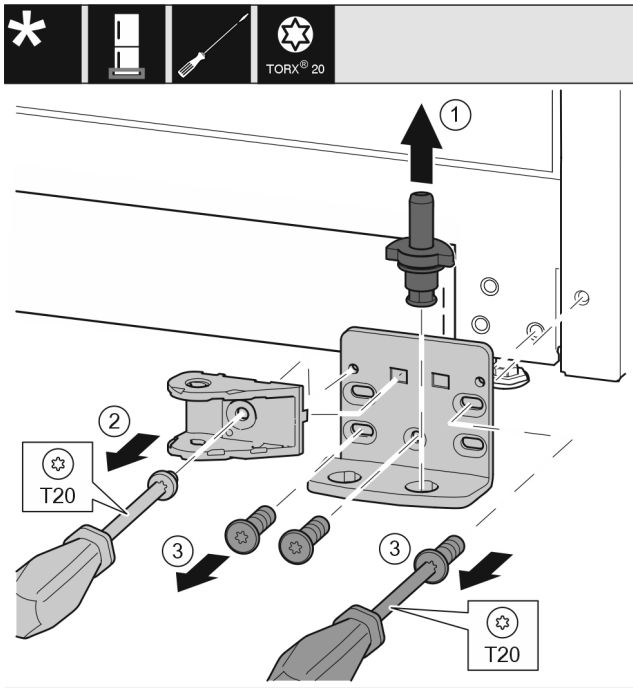

Fig. 41
- ▶ Lagerbolzen Fig. 41 (1) komplett nach oben herausziehen.
- ▶ Schraube Fig. 41 (2) mit Schraubendreher herausdrehen und Schließdämpferverbindung abnehmen.
- ▶ Schrauben Fig. 41 (3) mit Schraubendreher herausdrehen und Lagerbock abnehmen.